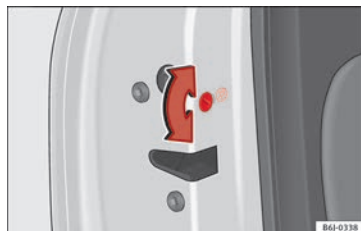

Bild 142 Barnsäkert lås på vänster dörr.
- Med dörren öppen, vrid spåret i dörren med tändningsnyckeln, moturs för vänsterdörrar och » bild 142 medurs för högerdörrar.
- Med dörren öppen, vrid spåret i dörren med tändningsnyckeln, moturs för högerdörrar och medurs för vänsterdörrar » bild 142.